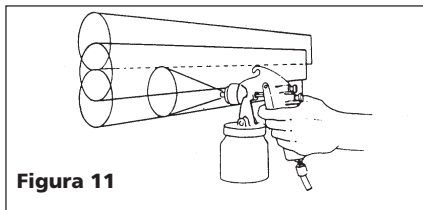

Figura 11
5. Los empates entre cada mano deben ser suficientes para obtener un acabado parejo al final (Vea la Figura 11).